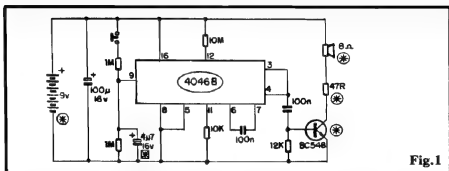

Fig.1
- FIG. 1 - O CIRCUITO - No "meio do campo", um Integrado da família digital C.MOS, o 4046, basicamente um PLL (phase-locked loop), utilizado aqui como VCO (oscilador controlado por Tensão). A Frequência fundamental do VCO é determinada pelo valor do capacitor de 100n (entre pinos 6-7) e pelos resistores de 10K (pino 11) e 10M (pino 12). O timbre básico gerado pelo oscilador, contudo, pode "excursionar" desde praticamente "zero" Hertz, até um valor substancialmente elevado de Frequência, a partir do nível de Tensão momentaneamente aplicado ao pino de controle, 9... Assim, o conjunto formado pelos dois resistores de 1M acoplados ao dito pino, mais os tempos de carga/descarga do capacitor anexo, de 4u7, determinam (via ação do push-button...) toda uma "rampa" (ascendente quando o push-button encontra-se "fechado", descendente quando "aberto"...), de tonalidades, numa imitação absolutamente fiel da sonoridade das tradicionais sirenes de carros policiais! Nos pinos de saída do VCO interno do 4046 (3 e 4) o sinal gerado é recolhido e encaminhado via capacitor de 100n à base de um "modesto" BC548 (que, em stand by, é mantido "cortado" pela presença - ao negativo - do resistor de 12K...). No coletor do dito transistor (devidamente protegido contra excessos de Corrente, pela presença limitadora do resistor de 47R...), acoplamos um pequeno alto-falante (8 ohms), que assim "traduz" em som as manifestações elétricas... O circuito é alimentado por 9 VCC (oriundos de uma pequena bateria, tipo "tijolinho"), sob baixíssima Corrente média (praticamente "zero" em "espera", e poucos miliampéres durante o "berreiro"...). Como desacopla-